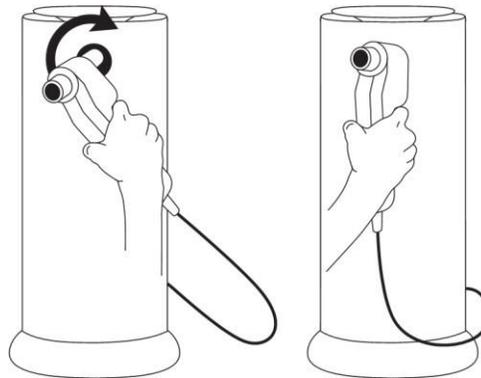

Abbildung 1: Anbringen des Handgeräts
2. Befestigen Sie das Handgerät an der Vorderseite des Geräts (siehe Abbildung 1)